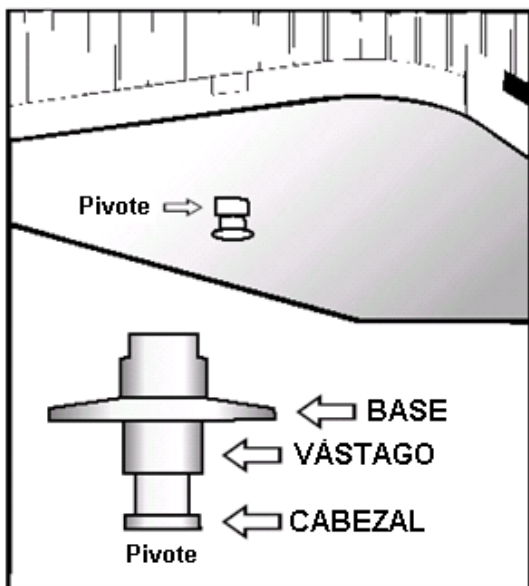

Figura 6.8
- Las horquillas de cierre están alrededor del vástago no del cabezal del pivote. Véase Figura 6.8.